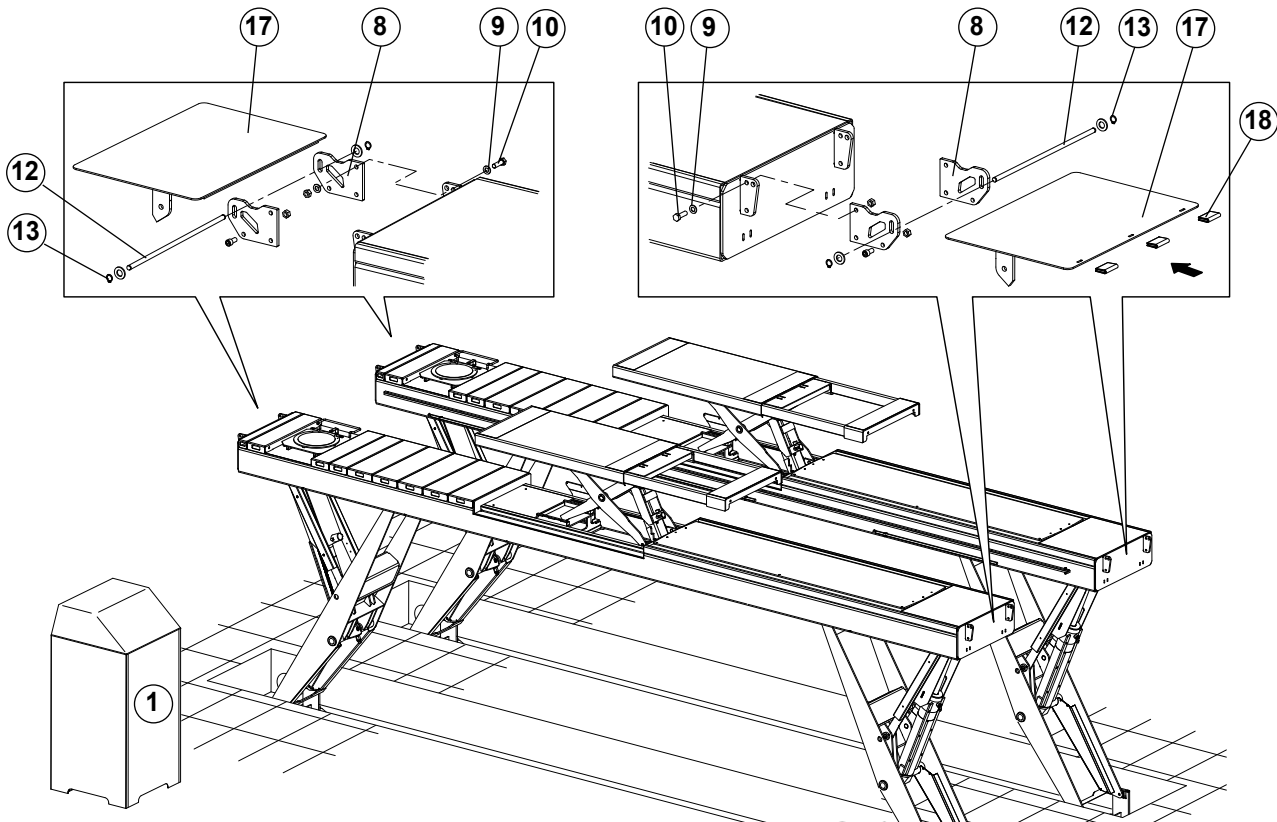

Fig.28
- Montare le rampe basculanti (11) con i relativi perni (12), rondelle e seeger (13).
- Montare le rampe basculanti (14) con i relativi perni (15) e seeger (16).
2.15 Sollevatore incassato (fig. 28)
- Montare i supporti rampe (8) con le apposite rondelle (9) e le viti (10).
- Montare le semirampe basculanti (17) con i relativi perni (12), rondelle e seeger (13).
- Inserire le clips (18) all'interno delle apposite sedi.
- Fit the swing ramps (11) with the pins (12), the washers and the seegers (13).
- Fit the swing ramps (14) with the pins (15) and the seegers (16).
2.15 Recessed Installation (fig. 28)
- Fit the ramps supports (8) with the specific washers (9) and the the screws (10).
- Fit the swing half-ramps (17) with the pins (12), the washers and the seegers (13).
- Insert the clips (18) inside the appropriate seats.
- Die kippbare rampen (11) mit den entsprechenden Bolzen (12) Unterlegscheiben und dem seeger (13) montieren.
- Die kippbare rampen (14) mit den entsprechenden Bolzen (15) und dem seeger (16) montieren.
2.15 Unterflur hebebühne (Abb. 28)
- Die Rampen Unterstüzung (8) mit den entsprechenden Unterlegscheiben (9) und dem Schrauben (10) montieren.
- Die kippbaren Halbrampen (17) mit den Bolzen (12) und dem Vorsteckstift (13) montieren.
- Die Clips (18) in ihre Sitze einsetzen.
- Installer les rampes à bascule (11) avec les pivots appropriés (12), rondelles et seeger (13).
- Installer les rampes à bascule (14) avec les pivots appropriés (15) et seeger (16).
2.15 Élévateur au encastré (fig. 28)
- Installer les supports des rampes (8) avec les rondelles appropriés (9) et avec les vis (10).
- Installer les demi-rampes à bascule (17) avec les pivots (12) et les goupilles (13).
- Introduire les clips (18) à l'intérieur des emplacements.
- Montar las rampas basculantes (11) con los pernos correspondientes (12), los arandelas y seeger (13).
- Montar las rampas basculantes (14) con los pernos correspondientes (15) y seeger (16).
2.15 Elevador de empotrado (fig. 28)
- Montar los soportes de las rampas (8) con los arandelas correspondientes (9) y con los tornillos (10).
- Montar las semirampe basculantes (17) con los pernos (12) y los clavijas (13).
- Introduzca los clips (18) en el interior de sus sedes.